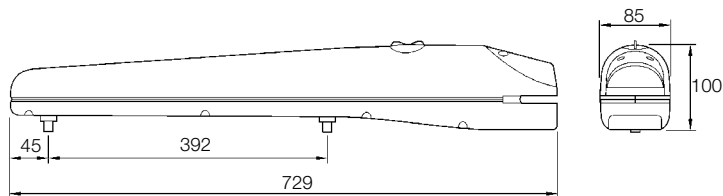

Abbildung 10
- Den Platzbedarf überprüfen - siehe Abbildung 10 für die Gesamtabmessungen.